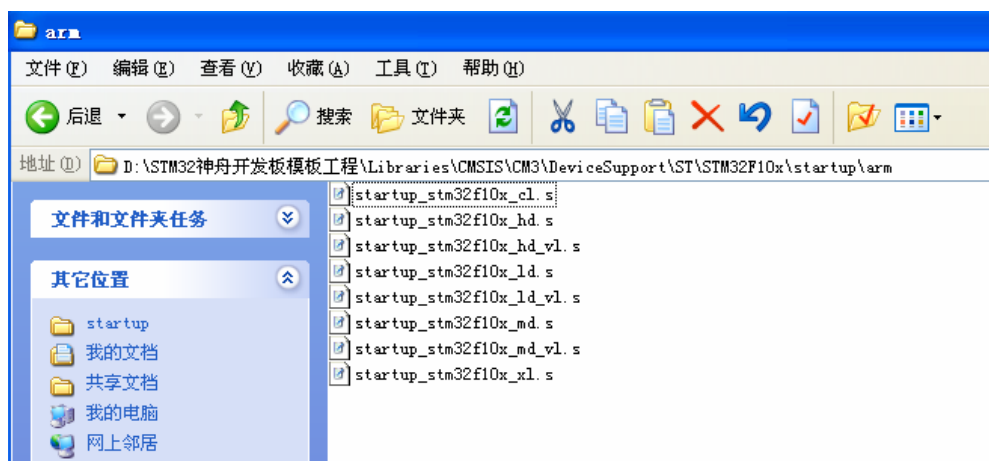

图 4-75 根据容量大小选择合适的启动文件
10. Libraries\CMSIS\CM3\DeviceSupport\ST\STM32F10x\startup\arm文件夹下是用汇编写的启动文件。STM32F103C8T6开发板用的CPU是STM32F103C8T6，有128K Flash，属于中容量的，所以等下我们把startup_stm32f10x_md.s添加到我们的工程中。根据ST的官方资料：Flash在16~32 Kbytes为小容量，64~128 Kbytes 为中容量，256~512 Kbytes为大容量，不同大小的Flash对应的启动文件不一样，这点要注意。如图4-75所示